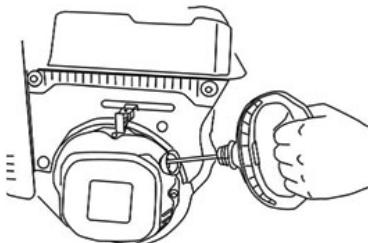

Рис.23 Рукоятка ручного стартера
6. Потяните за рукоятку ручного стартера (Рис.23) до тех пор пока не почувствуете сопротивление, затем произведите резкий рывок за рукоятку.